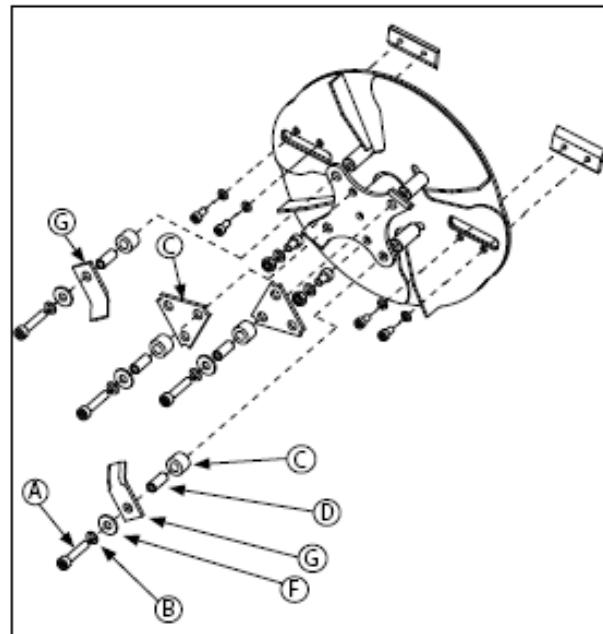

РИСУНОК 14 – Корпус ротора
4. Запомните порядок расположения крепежных деталей, используемых для крепления молоточков. С помощью 8 мм торцового ключа удалите винт с головкой (A) и все его крепежные детали. СМ. РИСУНОК 14
6. Снова выполните сборку молоточков, распорных трубок, шайб и винтов с головкой. Затяните винты с головкой (A) на 30-35 футофунтов (41-47 Н.м.). J-образный молоточек (G) на обратной стороне ротора должен смотреть вовне для сбалансированного вращения.